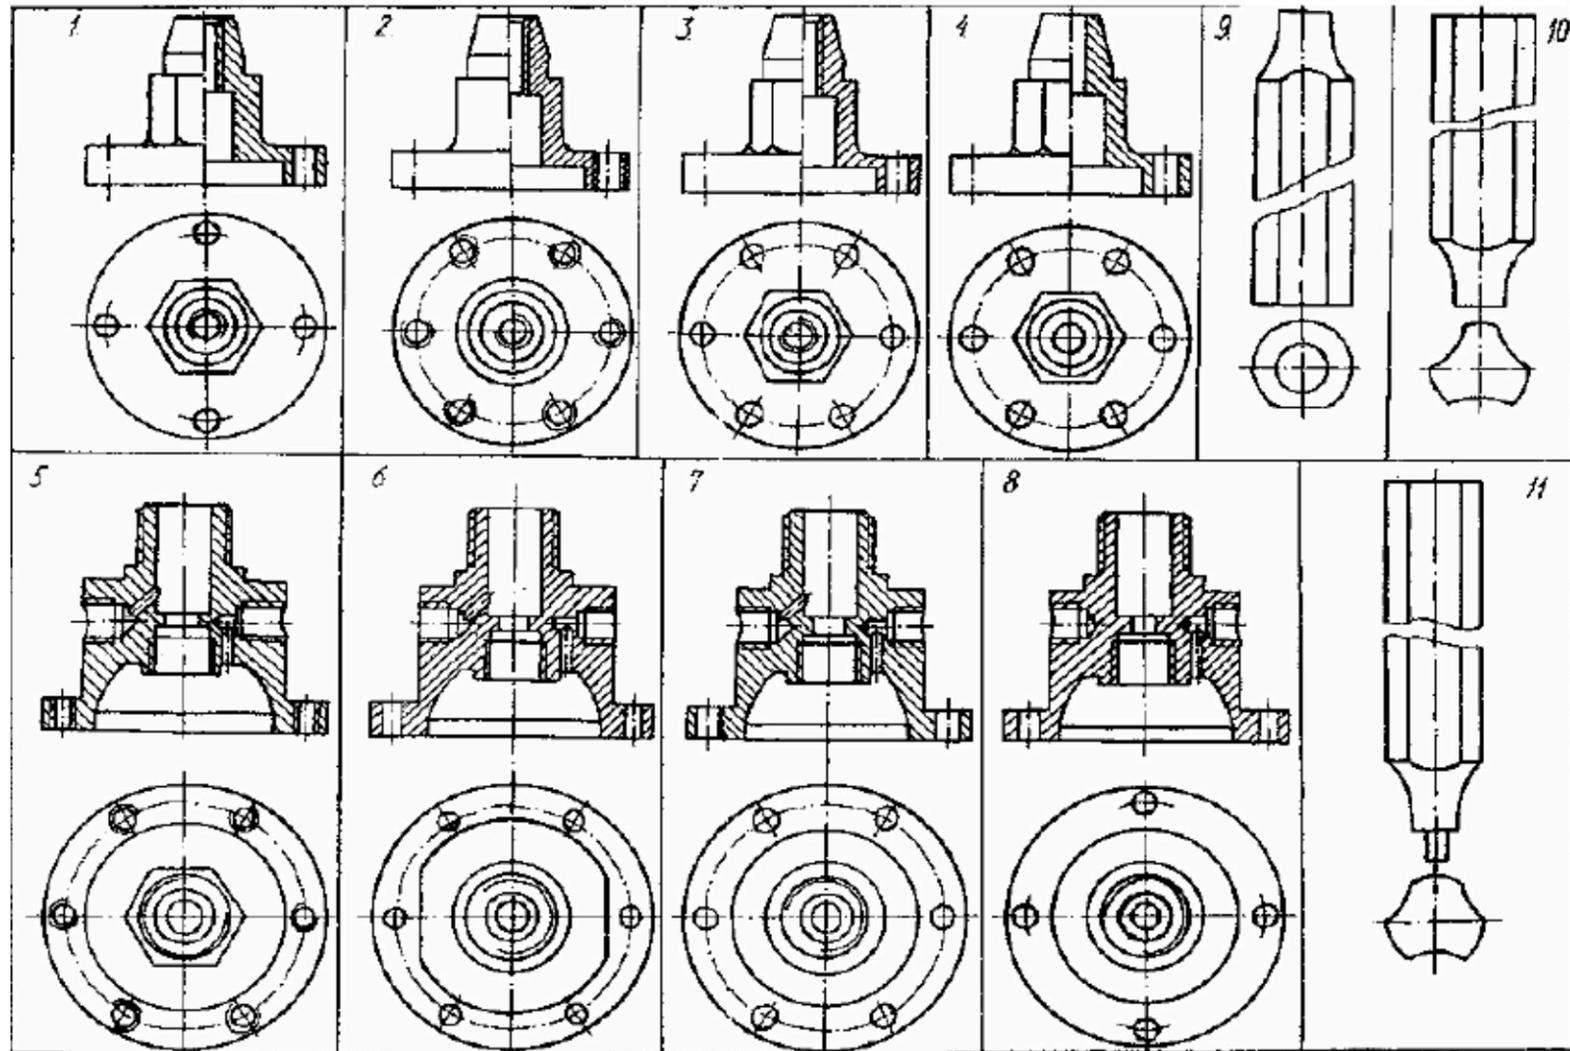

Рисунок 5.4
**Инструкция:** тест состоит из 24 вопросов. На его выполнение отводится 60 минут. Чтобы ответить на вопросы, приведенные в таблице 5.1, необходимо внимательно изучить чертёж общего вида пневмоклапана (рисунок 5.1) и ознакомиться с его спецификацией (таблица 5.2). Выяснить принцип работы этого изделия. Предложенные задания рекомендуется выполнять по порядку. Отвечая на вопросы № 22, № 23, № 24 обратитесь так же к набору эскизов деталей (рисунок 5.4). Обратите внимание, что каждый эскиз детали имеет номер, следовательно, ответ должен соответствовать ему.
23.	На каком из изображений показана деталь позиции 3? (рис.5.4)
24.	На каком из изображений показана деталь позиции 3? (рис.5.4).